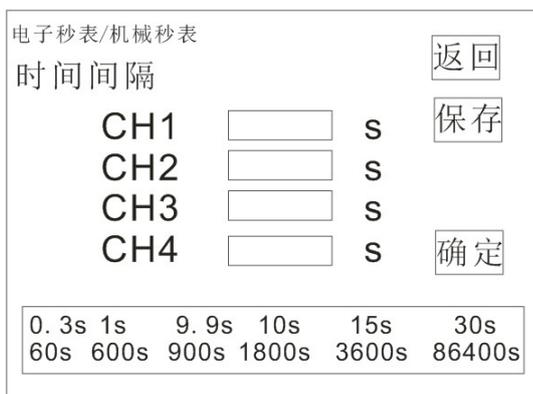

图 4.2 电子秒表/机械秒表参数设置界面
此时，光标默认在“电子秒表/机械秒表”选项上（若不在该选项上，只需左旋或右旋编码器将光标移到该选项上即可），此时，按一下旋转编码器，进入设置模式，界面如图 4.2。
(3) 将旋转编码器旋转到“返回”选项，按一下编码器，返回时间设置模式，界面如图 4.2，此时光标默认在“CH1”上（若在其他选项上，可旋转编码器将光标调到该档位），按一下旋转编码器，此时可以设置时间间隔。